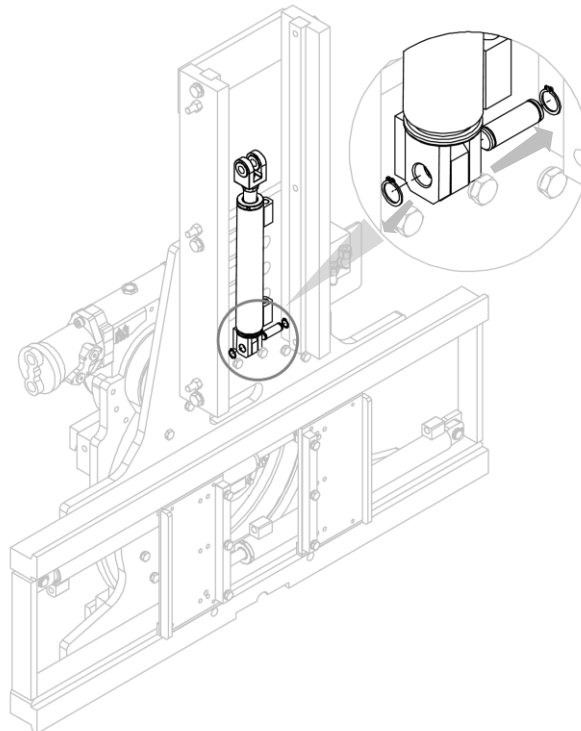

Figura 30
4. Rimuovere il cilindro dopo aver rimosso il relativo perno (con i relativi anelli elastici di bloccaggio) che lo vincola alla struttura dell'attrezzatura (vedi *Figura 30*).